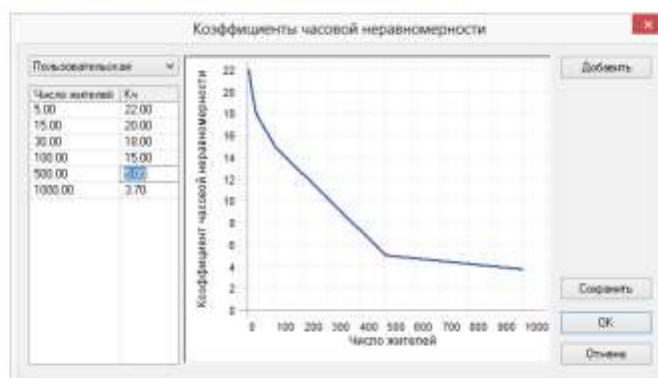

Рисунок 20.33. Пользовательская зависимость
5. Заполните необходимое количество строчек для построения графика изменения коэффициентов часовой неравномерности. График строится автоматически по указанным в таблице значениям. Рисунок 20.33. «Пользовательская зависимость»